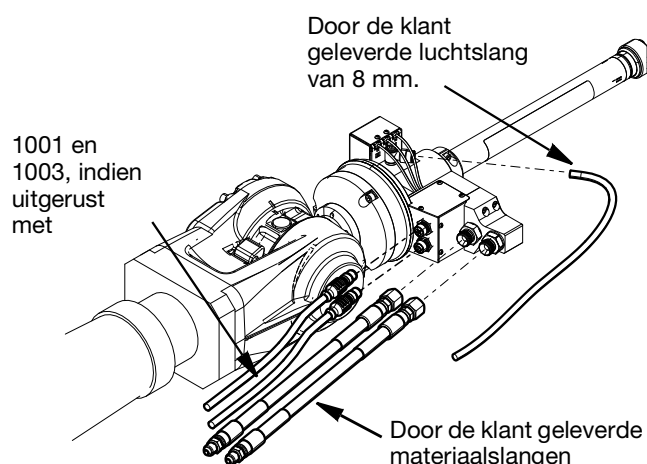

FIG. 7
2. Ontkoppel de materiaal-inlaatslang en de materiaalretourslang. Gebruik altijd twee sleutels bij het losmaken van de hogedrukslangaansluiting. Zie FIG. 7.
3. Koppel de luchtslang van 8 mm los. Zie FIG. 7.
4. Koppel de kabelconnectors los door de fitting op de 5-polige kabelconnector (1001) en, indien aanwezig, de 8-polige kabelconnector (1003) los te schroeven. Zie FIG. 7.